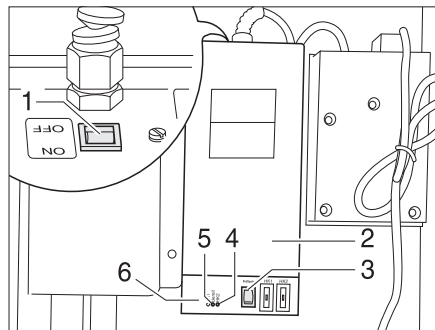

Fig. 111 Transformateur avec régulateur
Le transformateur 230 V AC/12 V DC (Fig. 111,2) est, suivant le modèle, monté dans la penderie ou dans la banquette de la dînette.
- Le voyant de contrôle (Fig. 111,5) s'allume en vert : Régulateur en marche
- Les voyants de contrôle (Fig. 111,4 et 6) s'allument en rouge : Les conduites des eaux usées sont chauffées
Un bouton-poussoir de contrôle (Fig. 111,3) est intégré dans le boîtier, ce bouton permet d'enclencher brièvement le régulateur. En appuyant sur le bouton-poussoir de contrôle, vous pouvez tester le fonctionnement du chauffage, même si la température ambiante est supérieure à 5 °C.
- Placer l'interrupteur (Fig. 111,1) du transformateur (Fig. 111,2) sur "ON".
- Placer l'interrupteur (Fig. 111,1) du transformateur (Fig. 111,2) sur "OFF".